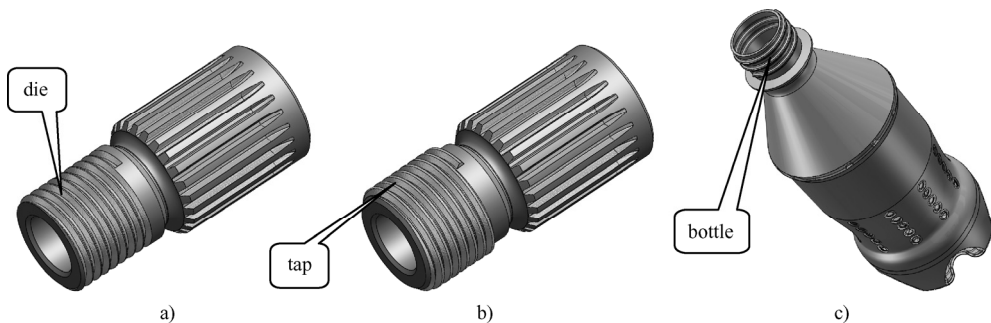

图 4-29 不同的螺纹类型
- “规格”卷展栏中的“类型”下拉列表，该下拉列表用于选择要使用的螺纹轮廓，默认共提供了 5 种类型的螺纹轮廓，如图 4-29 所示：